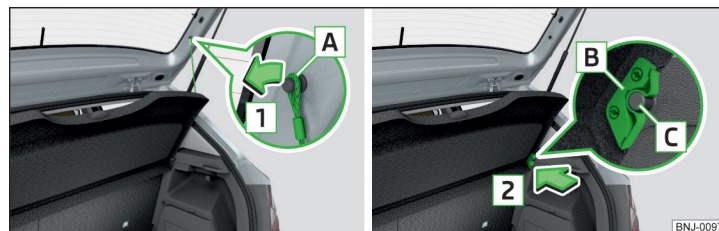

Fig. 100 Scoaterea măștii portbagajului
Dacă benzile de susținere **A** » fig. 100 sunt agățate de capota portbagajului, la deschiderea capotei se ridică și masca portbagajului (denumită în continuare doar mască).
- Desprindeți benzile de susținere **A** de pe ambele părți ale capotei portbagajului, în sensul săgeții **1** » fig. 100.
- Poziționați elementele de prindere **B** de la capac peste bolțurile **C** de la capitonajul lateral » fig. 100.
- Elementele de prindere **B** de la capac trebuie să seta complet peste bolțurile **C** de la capitonajul lateral » fig. 100.
În partea din față elementele de prindere **B** » fig. 100 la pagina 89 de pe capac trebuie să se fixeze complet în bolțurile de la capitonajul lateral. În partea din spate capacul trebuie asigurat pe ambele părți sub elementul de blocare.